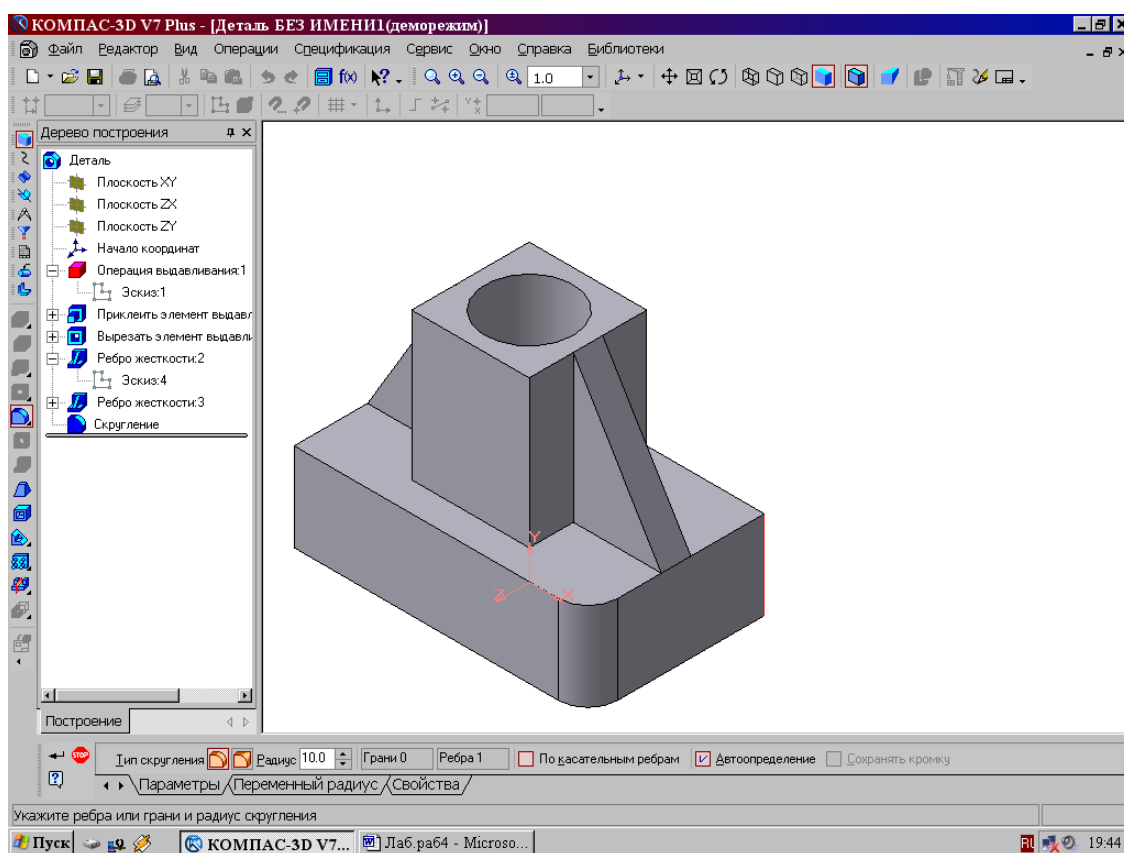

Рис. 3.2.16: Побудова скруглень ребер
7. Для того, щоб скруглити вертикальні кути основи деталі, необхідно вказати курсором ребро основи, вибрати кнопку  **Скругление** на **Контекстном меню** або **Панели свойств** (рис. 3.2.16), задати радіус сруглення і потім натиснути кнопку  **Создать объект**.